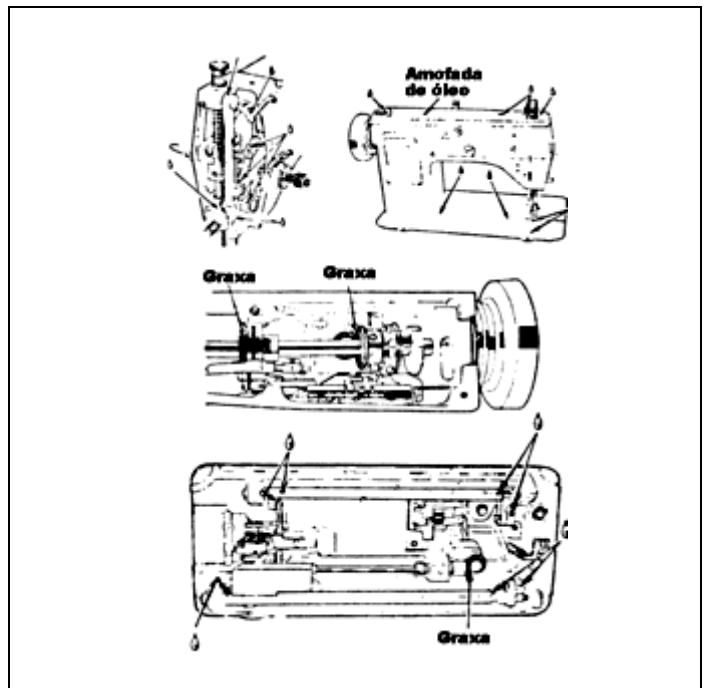

Fig. 2.
2. O desenho de gota na fig. 2 indica que é preciso acrescentar 1 ou 2 gotas de óleo nesses locais.